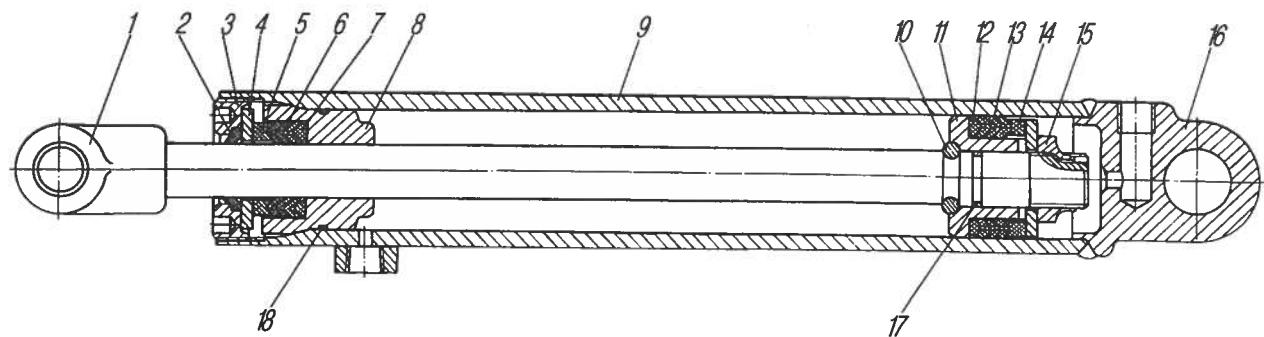

Рис. 119. Гидроцилиндр закрывания боковых бортов платформы:
**Гидроцилиндр закрывания бортов платформы автомобиля Урал-5557-40.** Стакан 9 гидроцилиндра (рис. 119), изготовленный из трубы с одной стороны имеет приварное днище 16, а с другой стороны закрыт крышкой 8, подтянутой гайкой 3, в проточке которой установлен грязесъемник 2. Наружный диаметр крышки уплотняется резиновым кольцом 18, а внутренний — манжетами 6 шевронного уплотнения.